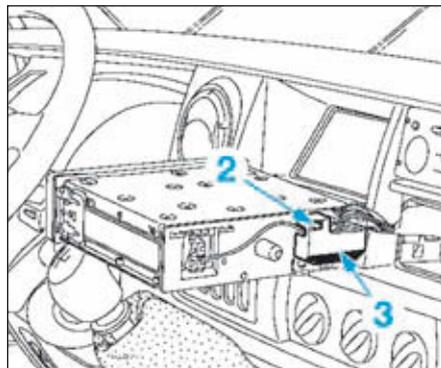

FIG.4
- Déposer le scellé (2) (Fig.4).
- Déposer le cache en plastique (3).